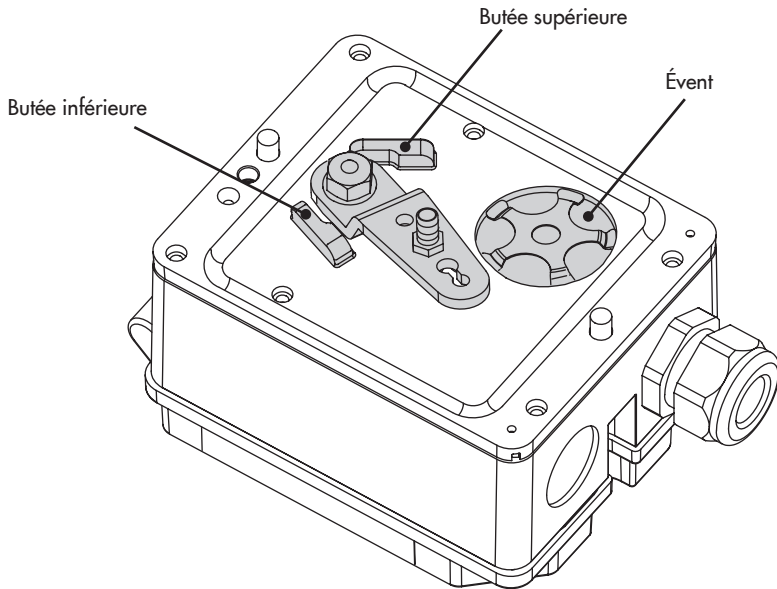

Fig. 4 : Butées mécaniques et évent
→ **Ne pas monter le positionneur avec l'évent (Fig. 4) orienté vers le haut !**
1. Tourner le levier jusqu'à ce qu'il atteigne la butée mécanique inférieure (cf. Fig. 4) et le maintenir dans cette position. Desserrer l'écrou à l'aide d'une clé anglaise d'ouverture 10 et le retirer.